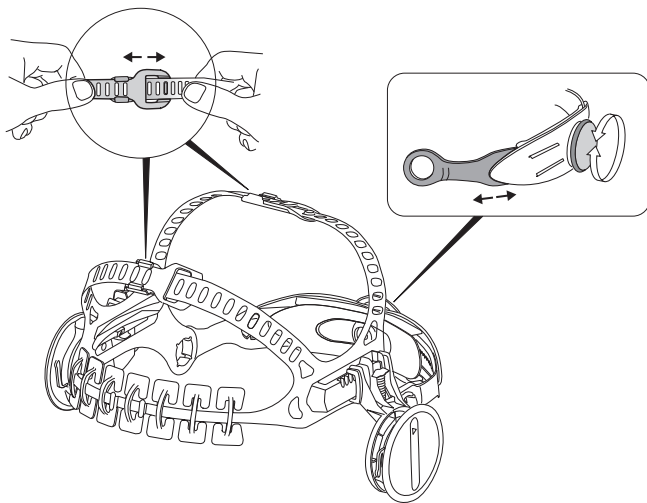
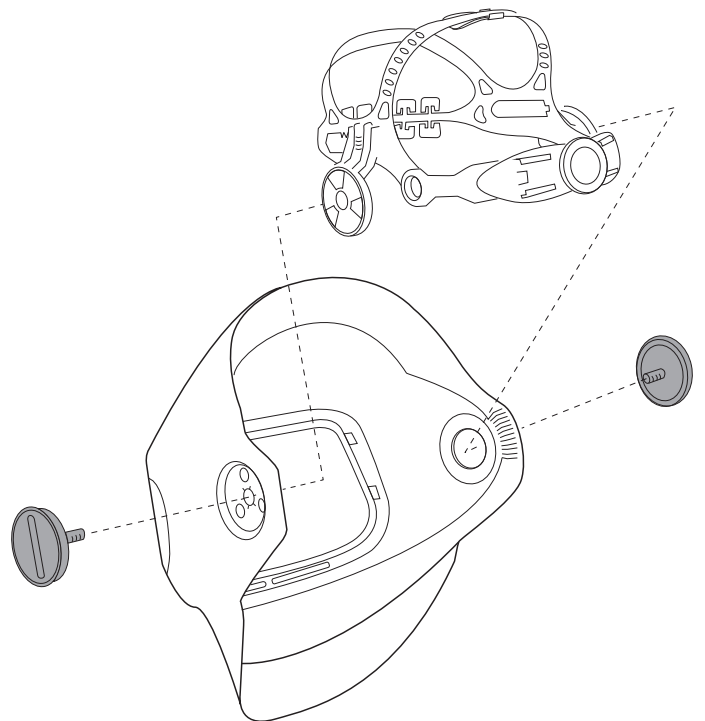

Fig. 3a
Fig. 3b
- Gire la perilla de trinquete de la parte posterior de la suspensión hacia la derecha hasta que la suspensión se sienta firme pero cómoda (Fig. 3a). Gire hacia la izquierda para aflojarla, si es necesario. La suspensión se adapta a tamaños de cabeza de 50 a 64 cm (tallas de sombrero de EE. UU. de 6 3/8 a 8). Ajuste las piezas superiores de la suspensión para mayor comodidad (Fig. 3a). Para facilitar el ajuste inicial de la suspensión de la cabeza (y, además, para reemplazarla), se puede quitar del casco para soldar (Fig. 3b).